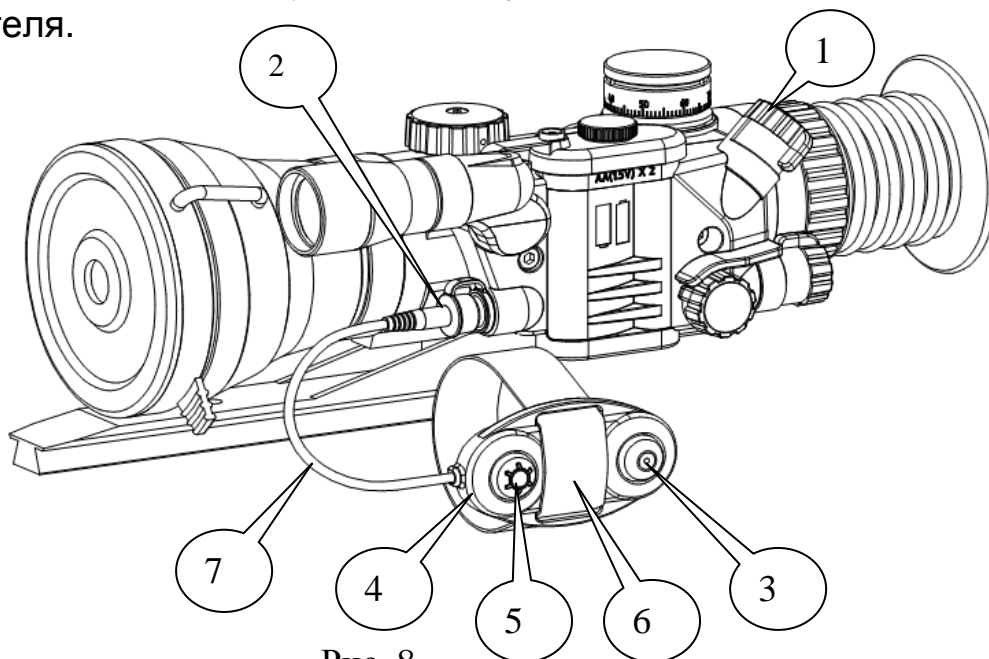

Рис. 8
- вставьте штекер пульта дистанционного включения в гнездо (2) (см. рис. 8);
- установите и закрепите пульт (4) в удобном месте на оружии с помощью ленты с липучкой (6);
- нажмите (и отпустите) кнопку (3) для включения прибора;
- нажмите (и отпустите) кнопку (5) для включения ИК осветителя. Мощность включения ИК осветителя соответствует положению тумблера (1) и является максимальной при ближнем положении тумблера (1) к батарейному отсеку прибора;
- повторное нажатие на кнопки (3) и (5) выключает прибор и ИК осветитель.